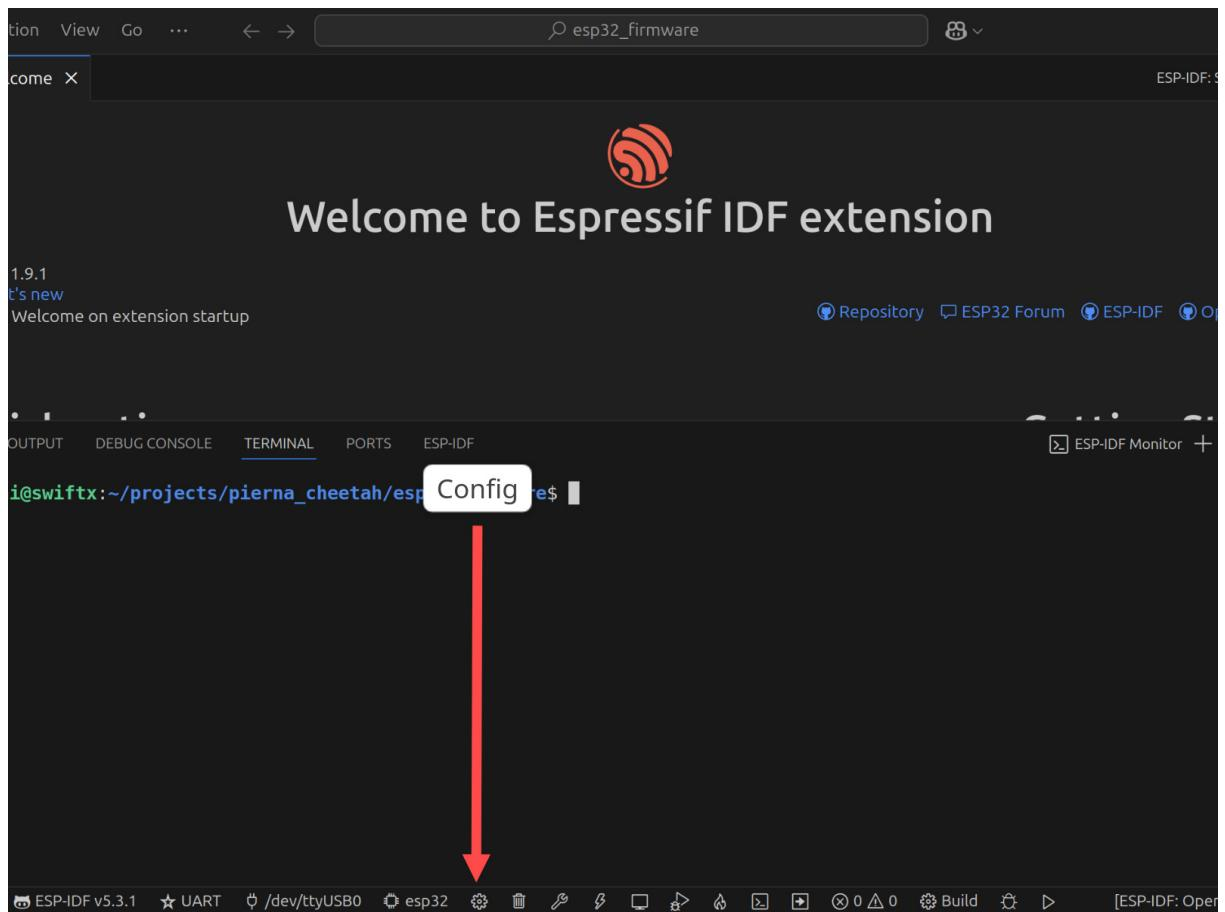

Figura 7: SDK Configuration Editor.
- En la barra inferior, hacer click en **SDK Configuration Editor** (`menuconfig`), como se señala en la figura 7.